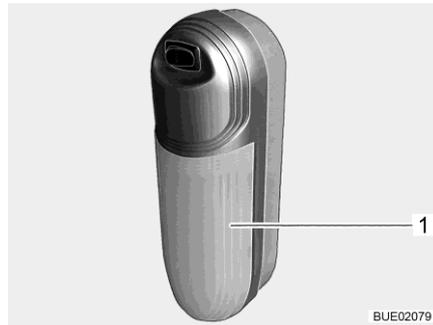

Fig. 317 Lampada a parete
- Sfilare la copertura trasparente (Fig. 317,1) dall'interruttore e rimuoverla.